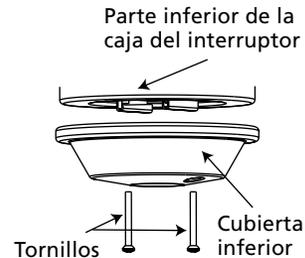

Figura 9f - Forma de instalar la cubierta inferior sin el conjunto de luces
2. Coloque la cubierta inferior (sin el conjunto de luces) sobre la parte inferior de la caja del interruptor. Coloque en alineamiento los agujeros de la cubierta con los de la parte inferior de la caja del interruptor. Instale dos tornillos #6-32 x 1-1/4". Vea la Figura 9f.